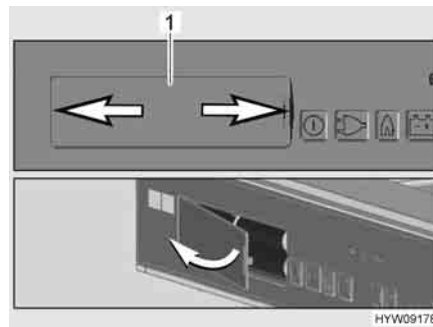

Fig. 182 Vano batteria
- Premere contemporaneamente a sinistra e a destra sul coperchio (Fig. 182,1) del vano batteria (freccia).